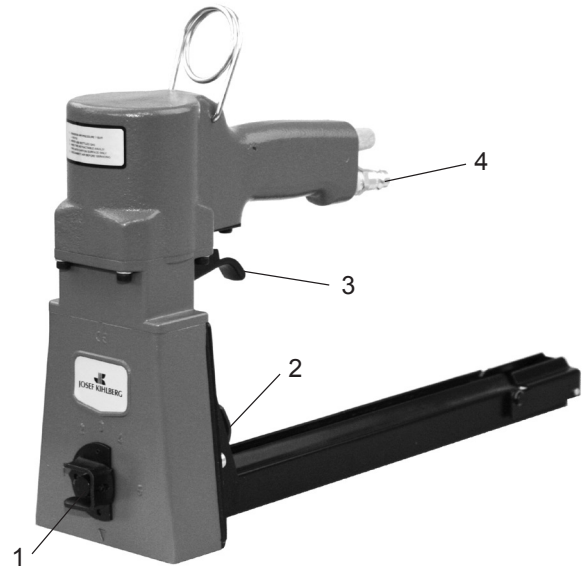

Fig. 1
1. Tryck verktyget mot kartongen och tryck därefter på avtryckaren (Fig. 1/3).